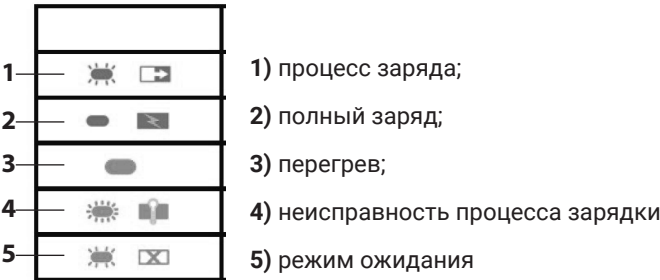

рис.1
6. Общий вид зарядного устройства представлен на рис. 1